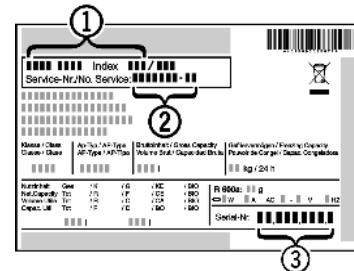

Fig. 12
- Обратитесь в сервисную службу и сообщите вид неисправности, наименование устройства Fig. 12 (1), сервисный № Fig. 12 (2) и серийный № Fig. 12 (3).